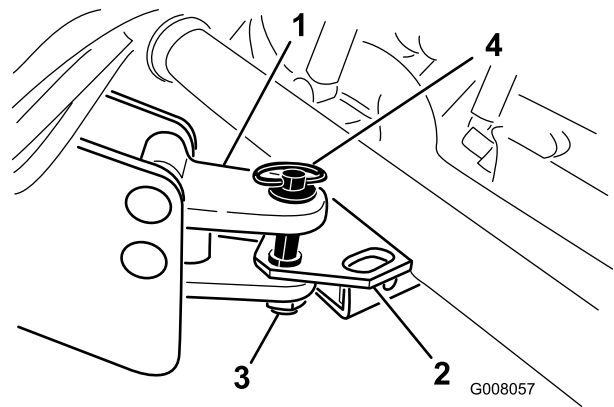

Bild 18
2. Stellen Sie die Höhe der Anbauvorrichtungsöse am Prozessor auf dieselbe Höhe wie die Anbauvorrichtungsöse am Fahrzeug ein (Bild 18). Der Rahmen des Erdpfropfen-Prozessors sollte mit dem Boden nivelliert sein, wenn er auf der hinteren Rolle ist.
3. Schließen Sie die Anbauvorrichtung des Prozessors mit einem Anbauvorrichtungsstift und Klappstecker an der Anbauvorrichtung des Fahrzeugs an (Bild 18).